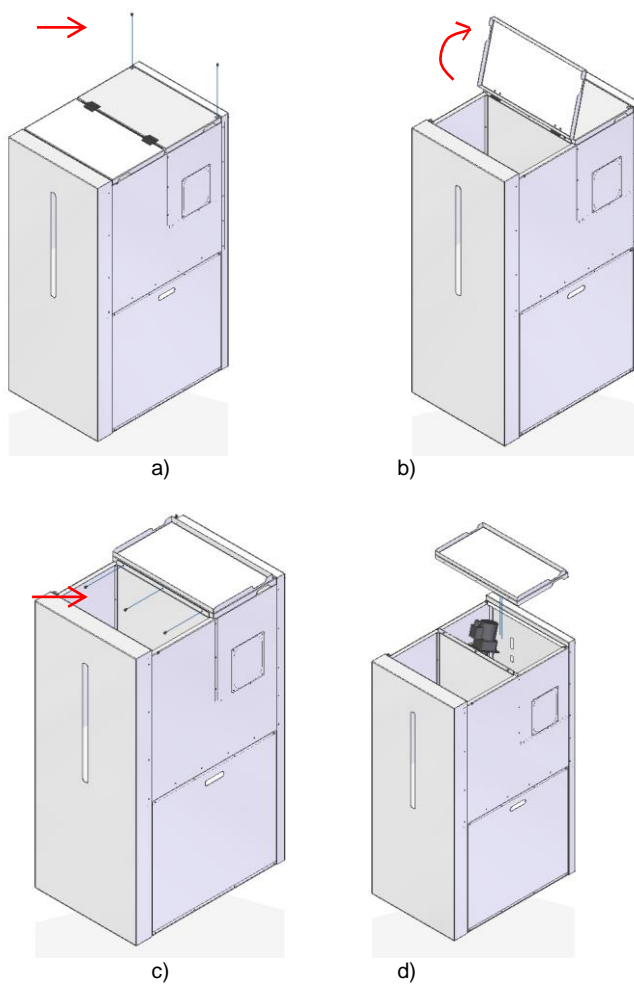

Figura 39 – Remoção das tampas superiores
- 1 – Em primeiro lugar, deverá retirar as tampas superiores. Para tal, deverá começar por retirar os dois parafusos de fixação na zona posterior (Figura 39-a). Em seguida, abrir a tampa frontal e retirar os 3 parafusos (Figura 39-c) que fixam as tampas.